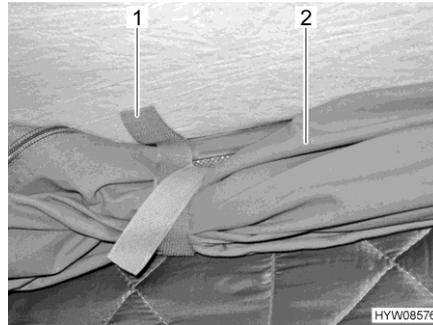

Fig. 25 Passanti di sostegno
- Staccare i passanti di sostegno (Fig. 25,1) che si trovano sul tessuto della tenda avvolto (Fig. 25,2).
- Avvolgere il tessuto della tenda (Fig. 25,2) e fissarlo con i passanti di sostegno (Fig. 25,1).